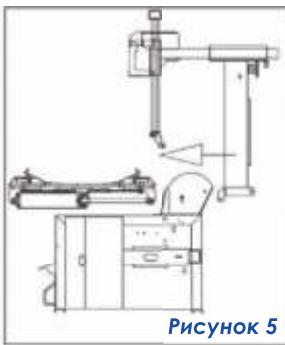

Рисунок 5
- Установите демонтажную колонну на корпус стендa, как показано на Рис. 5.